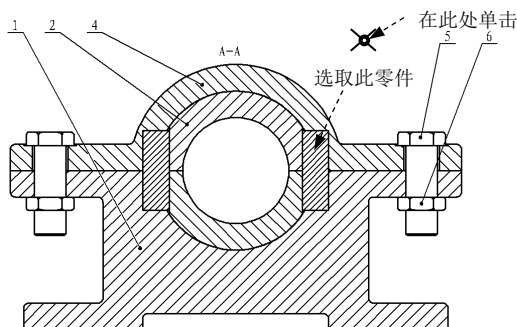
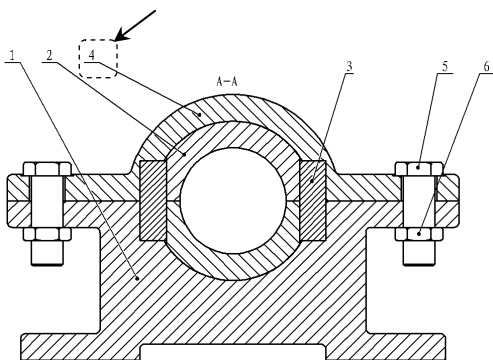
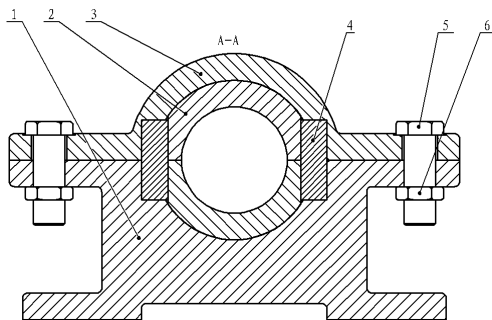

图 7.7.11 调整零件序号文字的位置
图 7.7.12 手动添加零件序号
图 7.7.13 重新排列零件序号
Step4. 调整零件序号文字的位置。通过手动拖动来调整零件序号文字的位置,结果如图 7.7.11 所示。
(1) 选择命令。选择下拉菜单 **插入(I)** → **注解(A)** → **零件序号(A)...** 命令，系统弹出“零件序号”对话框。
(2) 设置零件序号。在“零件序号”对话框 **零件序号设定(B)** 区域的 **样式** 下拉列表中选择 **下划线** 选项，在 **大小** 下拉列表中选择 **紧密配合** 选项，在 **零件序号文字** 下拉列表中选择 **项目数** 选项。
(3) 放置零件序号。在图形区选取图 7.7.11 所示的零件为参考对象，然后在图 7.7.11 所示的位置单击来放置零件序号，在对话框中单击 ☒ 按钮，完成零件序号的添加，结果如图 7.7.12 所示。
Step6. 重新排列零件序号。由于未经重新排序的零件序号排列不规则，需重新调整，其操作步骤：在图形区选取图 7.7.12 所示序号为“4”的零件序号，系统弹出“零件序号”对话框，在该对话框 **零件序号设定(B)** 区域 **零件序号文字** 的第二个下拉列表中选择 **3** 选项，即将零件序号“4”更改为“3”，与此同时，材料明细表中的序号也自动进行相应的调整。在任意位置单击，此时零件序号按从左到右的顺序排列，结果如图 7.7.13 所示。